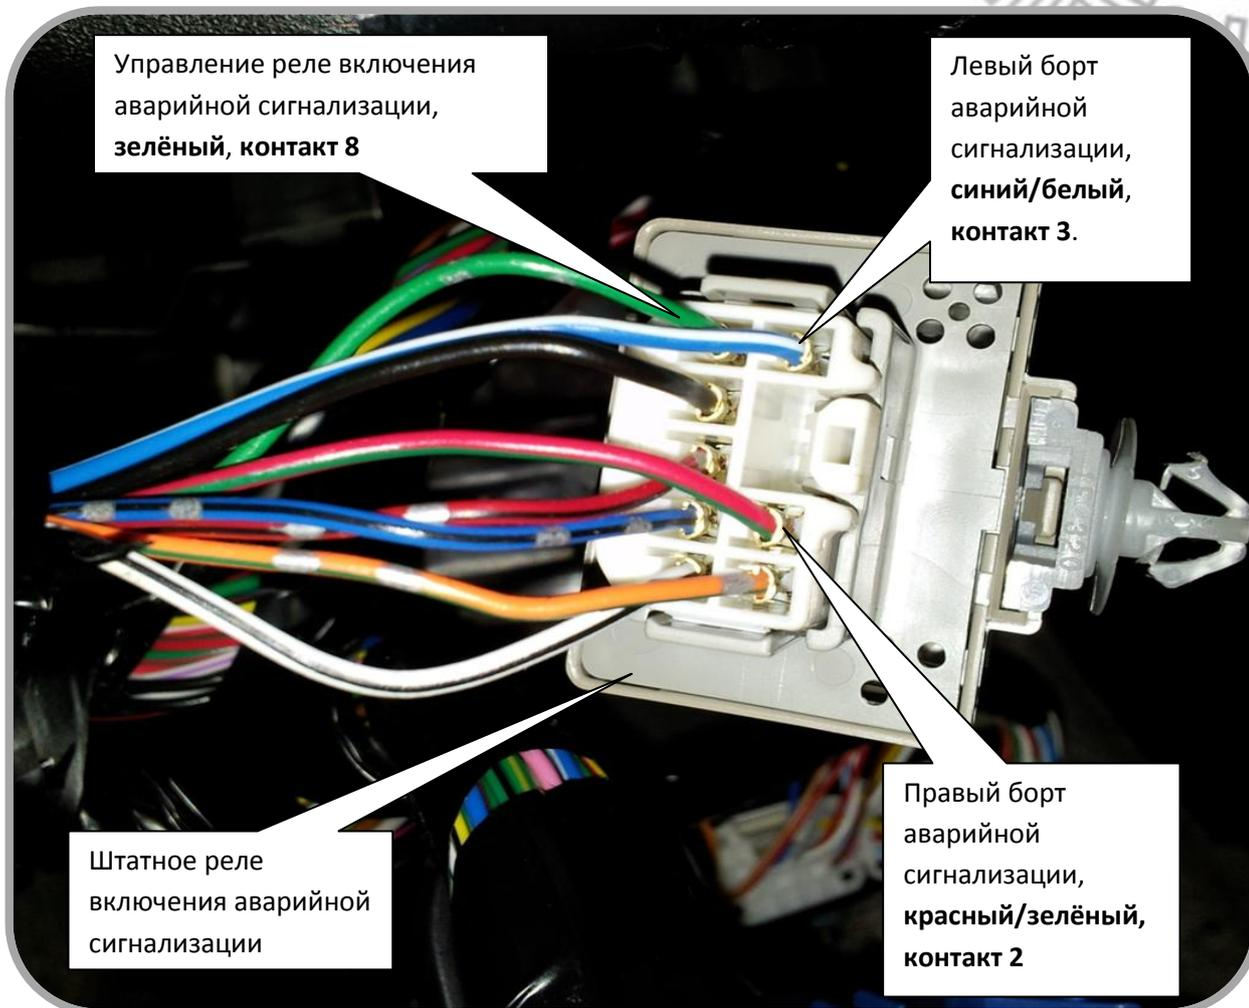

Рис. 17: Подключение аварийной сигнализации на разъёме штатного реле.
Для мигания огнями аварийной сигнализации подключите **фиолетовый** провод, **pin7** разъёма **CN9**, к **зелёному** проводу, **контакту 8** разъёма штатного реле аварийной сигнализации автомобиля Subaru LEGACY, управляющему включением реле, (см. рис. 17).
Подключите **жёлтый/чёрный** провод, **pin 1** разъёма **CN10** системы Scher-Khan UNIVERSE 1 (2), к **зелёному** проводу, **контакт 8**, на разъёме штатного реле аварийной сигнализации, (см. рис. 17). Подключение служит для контроля за изменением состояния огней аварийной сигнализации.